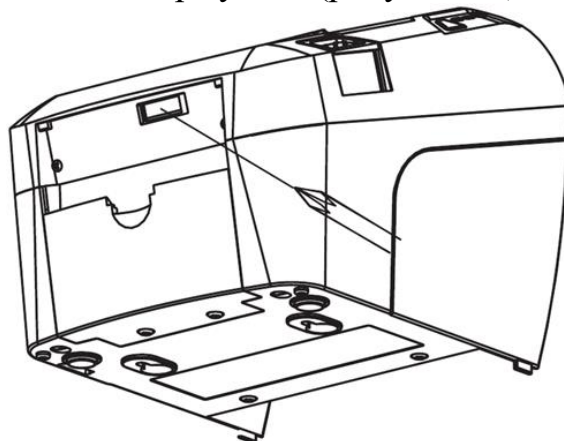

Рисунок 13 – Звільнення паперу від леза обрізувача
- Повернути гвинт з драйверами в напрямку, поки папір не буде звільнений від обрізувача (рисунок 13);